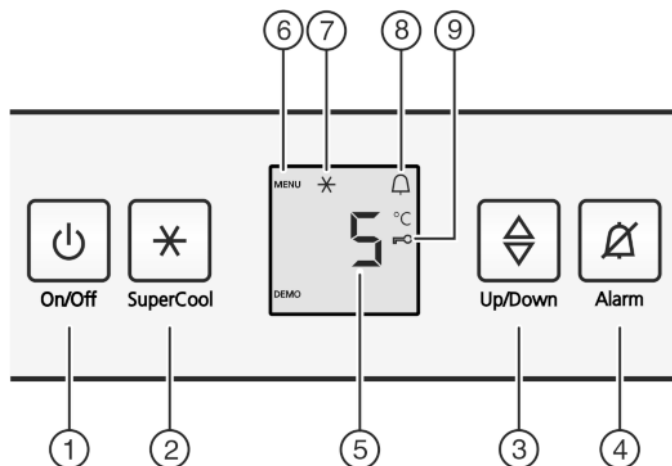

Fig. 2
- ▶ Aan/uit-toets *Fig. 2 (1)* indrukken.
- ▶ Toets SuperCool *Fig. 2 (2)* ca. 5 seconden indrukken.
- ▷ Op de display wordt het symbool Menu *Fig. 2 (6)* weergegeven.
- ▶ Met de toets SuperCool *Fig. 2 (2)* kort bevestigen.
- ▷ Het symbool Kinderbeveiliging *Fig. 2 (9)* op de display gaat branden.
- ▶ De toets On/Off *Fig. 2 (1)* kort indrukken.
- ▶ Toets Alarm *Fig. 2 (4)* indrukken.
- ▶ Temperatuurfunctie oproepen: Druk de insteltoets *Fig. 2 (3)* in.
- ▶ Temperatuur in 1 °C stappen wijzigen: Druk de insteltoets *Fig. 2 (3)* net zo vaak in, totdat de gewenste temperatuur op het temperatuursdisplay oplicht.
- ▶ Toets SuperCool *Fig. 2 (2)* kort indrukken.
- ▷ Het symbool SuperCool *Fig. 2 (7)* is verlicht in de display.
- ▶ Toets SuperCool Fig. 2 (2) kort indrukken.
- ▷ Het symbool SuperCool Fig. 2 (7) in de display gaat uit.